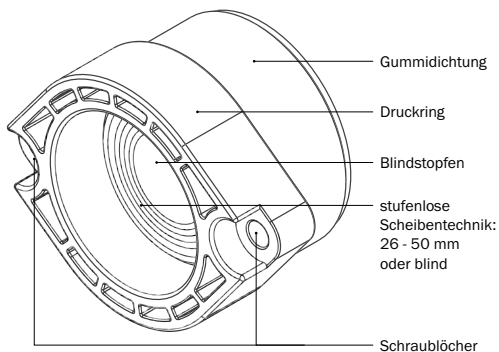

Abbildung 5.1: **KRASO® BKP Dichteinsatz - Wasser** - Scheibentechnik
- Entfernen Sie den Blindstopfen des **KRASO® BKP Dichteinsatzes - Wasser** - und passen Sie die Gummidichtung anhand der vorgegebenen Scheibentechnik entsprechend dem Rohrlingsdurchmesser an (s. Abbildung 5.1).